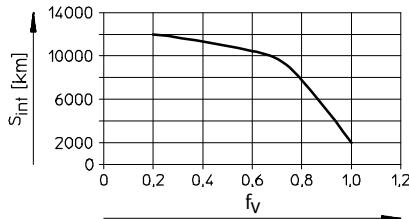

Fig. 8
- Se uno di questi fattori è presente, dimezzare l'intervallo di lubrificazione S_{int} (\Rightarrow Fig. 8).
- Calcolare il fattore di confronto di carico f_V con l'ausilio della formula per i carichi combinati (→ 11 Dati tecnici) e leggere l'intervallo di lubrificazione S_{int} (→ Fig. 8).